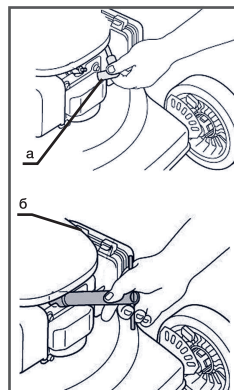

рис. 13
- Отсоедините кабель свечи (рис.13а)
- Выкрутите свечу при помощи специального ключа (рис.13б).